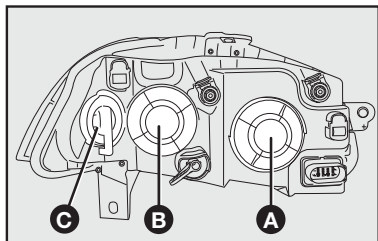

fig. 21
- 1) Girar a tampa **A**—**fig. 21** (para trocar a lâmpada do farol baixo) ou a tampa **B**—**fig. 21** (para trocar a lâmpada do farol alto) no sentido anti-horário e retirá-la;
- 6) Recolocar a tampa **A**—**fig. 21** ou **B**—**fig. 21**, girando-a no sentido horário.
- 2) Girar a tampa porta-lâmpada **C**—**fig. 21** no sentido horário e retirá-la.
- 4) Substituir a lâmpada e recolocar a tampa **C**—**fig. 21**, girando-a no sentido anti-horário.
- 1) Girar a tampa **B**—**fig. 21** no sentido anti-horário e retirá-la.
- 5) Recolocar a tampa **B**—**fig. 21**, girando-a no sentido horário.